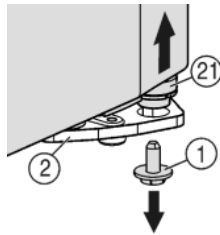
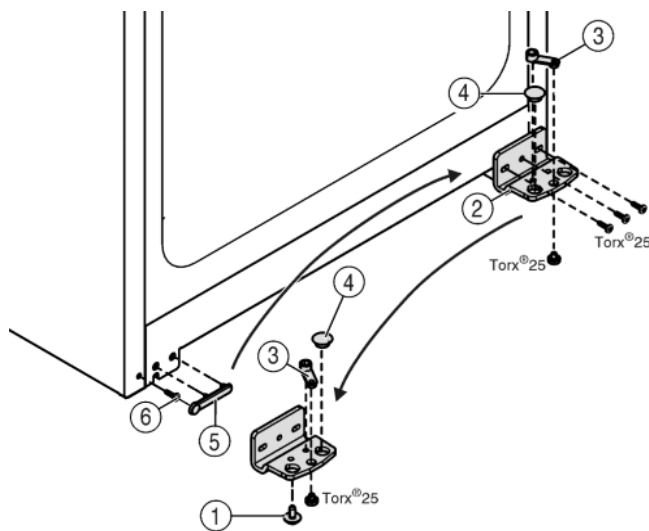

Fig. 4
Fig. 5
- ▶ Spodaj desno na ležajnem podstavku odvijte varovalne vijake Fig. 4 (1).
- ▶ Ležajni sornik Fig. 4 (21) se sneme iz ležajnega podstavka Fig. 5 (2).
- ▶ Če se ležajni sornik Fig. 4 (21) ne sneme, sornik potisnite od spodaj navzven.
- ▶ Odvijte ležajni podstavek Fig. 5 (2).
- ▶ Privijte ležaj Fig. 5 (3) in ga prestavite v nasprotno odprtino ležajnega podstavka, močno privijte.
- ▶ Čepe Fig. 5 (4) odstranite iz ležajnih podstavkov in jih prestavite v nasprotno odprtino ležajnega podstavka.
- ▶ Previdno dvignite pokrov Fig. 5 (5) na strani ročaja.
- ▶ Odvijte vijak Fig. 5 (6) in ga privijte na nasprotni strani aparata.
- ▶ Ponovno namestite pokrov Fig. 5 (5).
- ▶ Ležajni podstavek Fig. 5 (2) vstavite na novo stran s tečaji in s pomočjo akumulatorskega izvijača ponovno privijte (**s 4 Nm**).
- ▶ Varovalni vijak Fig. 4 (1) s spodnje strani privijte v ležajni sornik in zategnite (**s 4 Nm**).